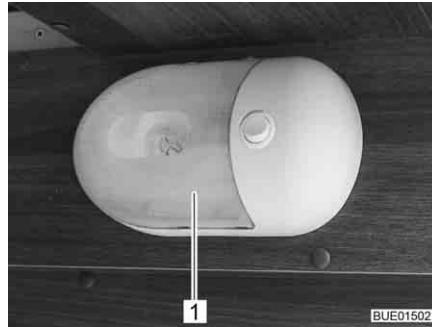

Fig. 265 Lampada a parete
- Comprimere leggermente sui due lati la copertura trasparente (Fig. 265,1), staccarla appena dall'interruttore e tirarla in avanti.